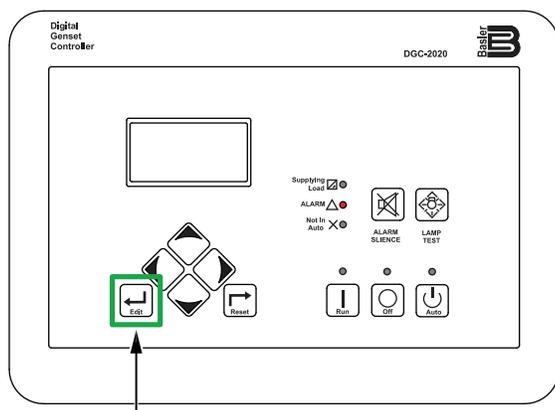

Figure 74. Contrôleur numérique (bouton Edit (Modifier))
3. Appuyez sur le **bouton Edit (Modifier)** (Figure 74).
5. Une fois que la demande de mode Sortie passe de OFF (arrêt) à ON (marche), appuyez sur le **bouton Edit (Modifier)** (Figure 74).